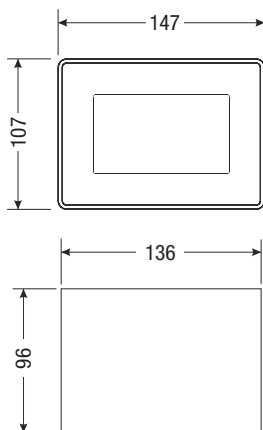

Fig. 3
- Schneiden Sie die Schaltschranktür entsprechend **Fig. 3 und 4** aus.